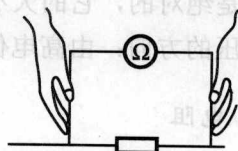

图 1.9 测量电阻时量入了人体电阻
3) 电阻的测量：导体电阻的大小还可用电阻计（欧姆表）进行测量。测量时要注意：①切断电路上的电源，如图 1.8 (a) 所示；②使被测电阻的一端断开，如图 1.8 (b) 所示；③避免把人体的电阻量入，如图 1.9 所示。